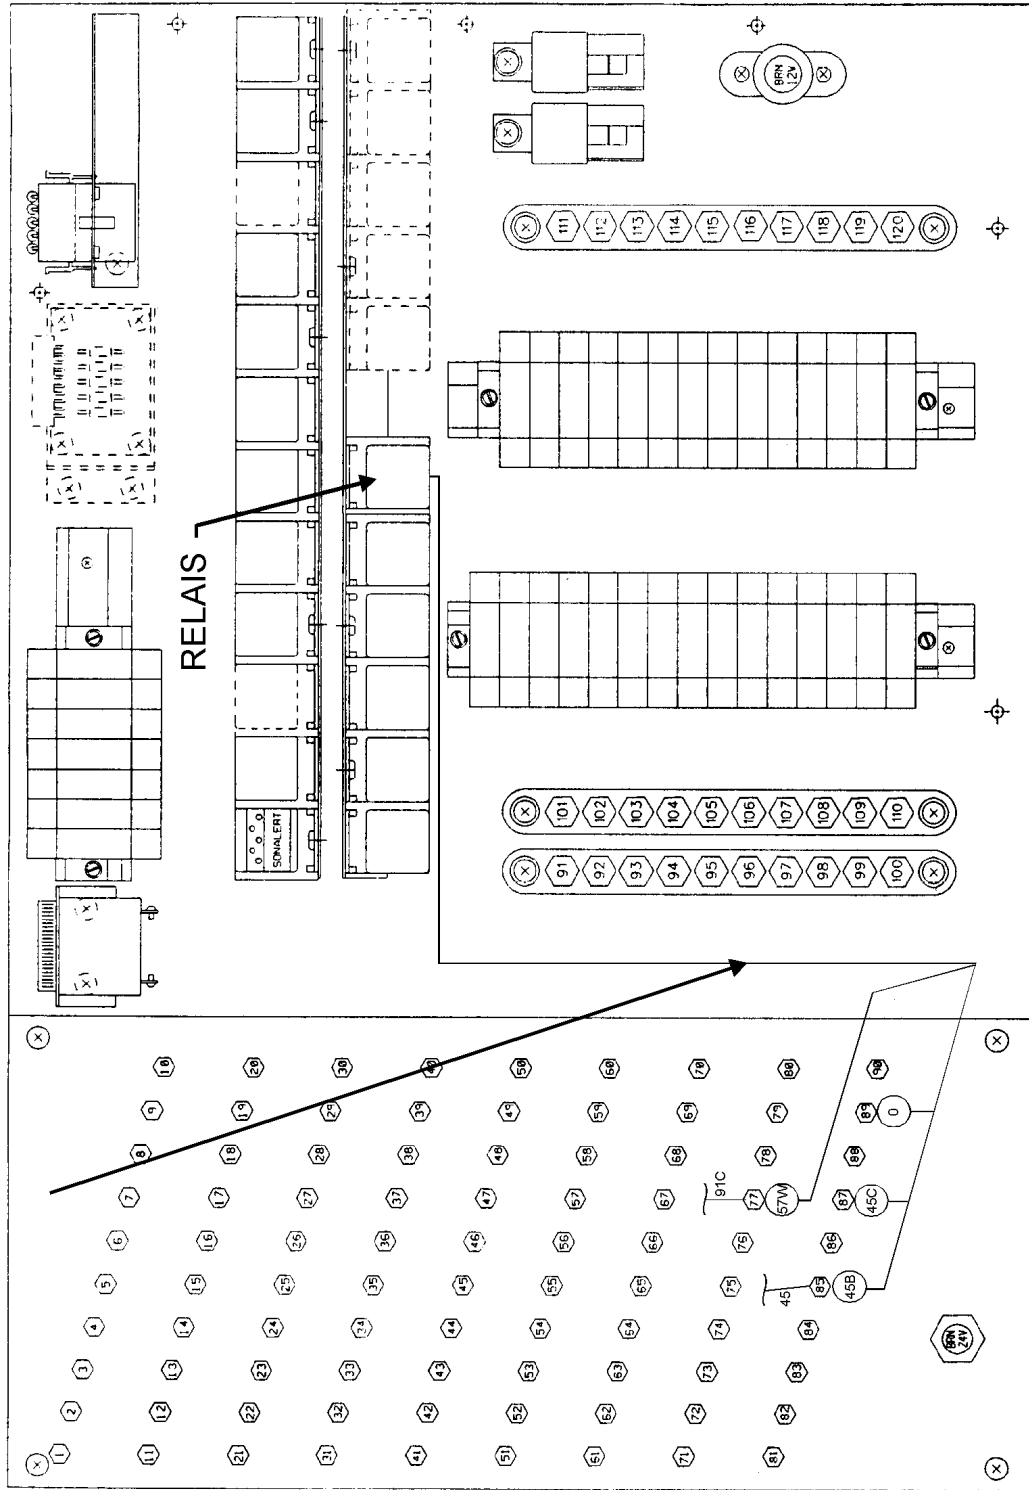

FIGURE 2: COMPARTIMENT ÉLECTRIQUE AVANT- DDEC III
AVEC MOTEUR SÉRIE 60, DDEC III (Figure 2)
B) AUTOCAR AVEC MOTEUR SÉRIE 60, DDEC III (FIGURE 2)